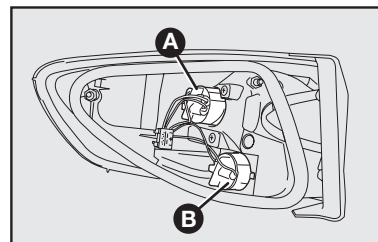

fig. 52
A-fig. 52: luz de posición trasera/luz de freno.
B-fig. 52: luz de giro trasera
2) Para sustituir la lámpara de la luz de posición/freno, gire en el sentido antihorario la tapa portalámpara **B-fig. 52**, empuje ligeramente la lámpara, gírela en el sentido antihorario y sustitúyala. Recoloque la tapa portalámpara, girándola en el sentido horario.
3) Para sustituir la lámpara de la luz de giro, gire en el sentido antihorario la tapa portalámparas **A-fig. 52**, empuje ligeramente la lámpara y gírela en el sentido antihorario. Sustituya la lámpara y recoloque la tapa portalámpara, girándola en el sentido horario.